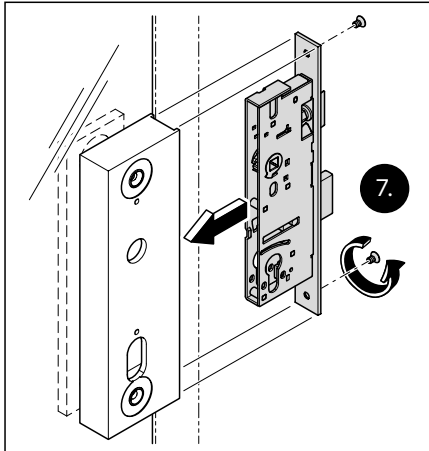

Abb. 16 Den Schlosseinsatz in die Schlosstasche schieben und fixieren
7. Den Schlosseinsatz in die Schlosstasche schieben und fixieren (Abb. 16).